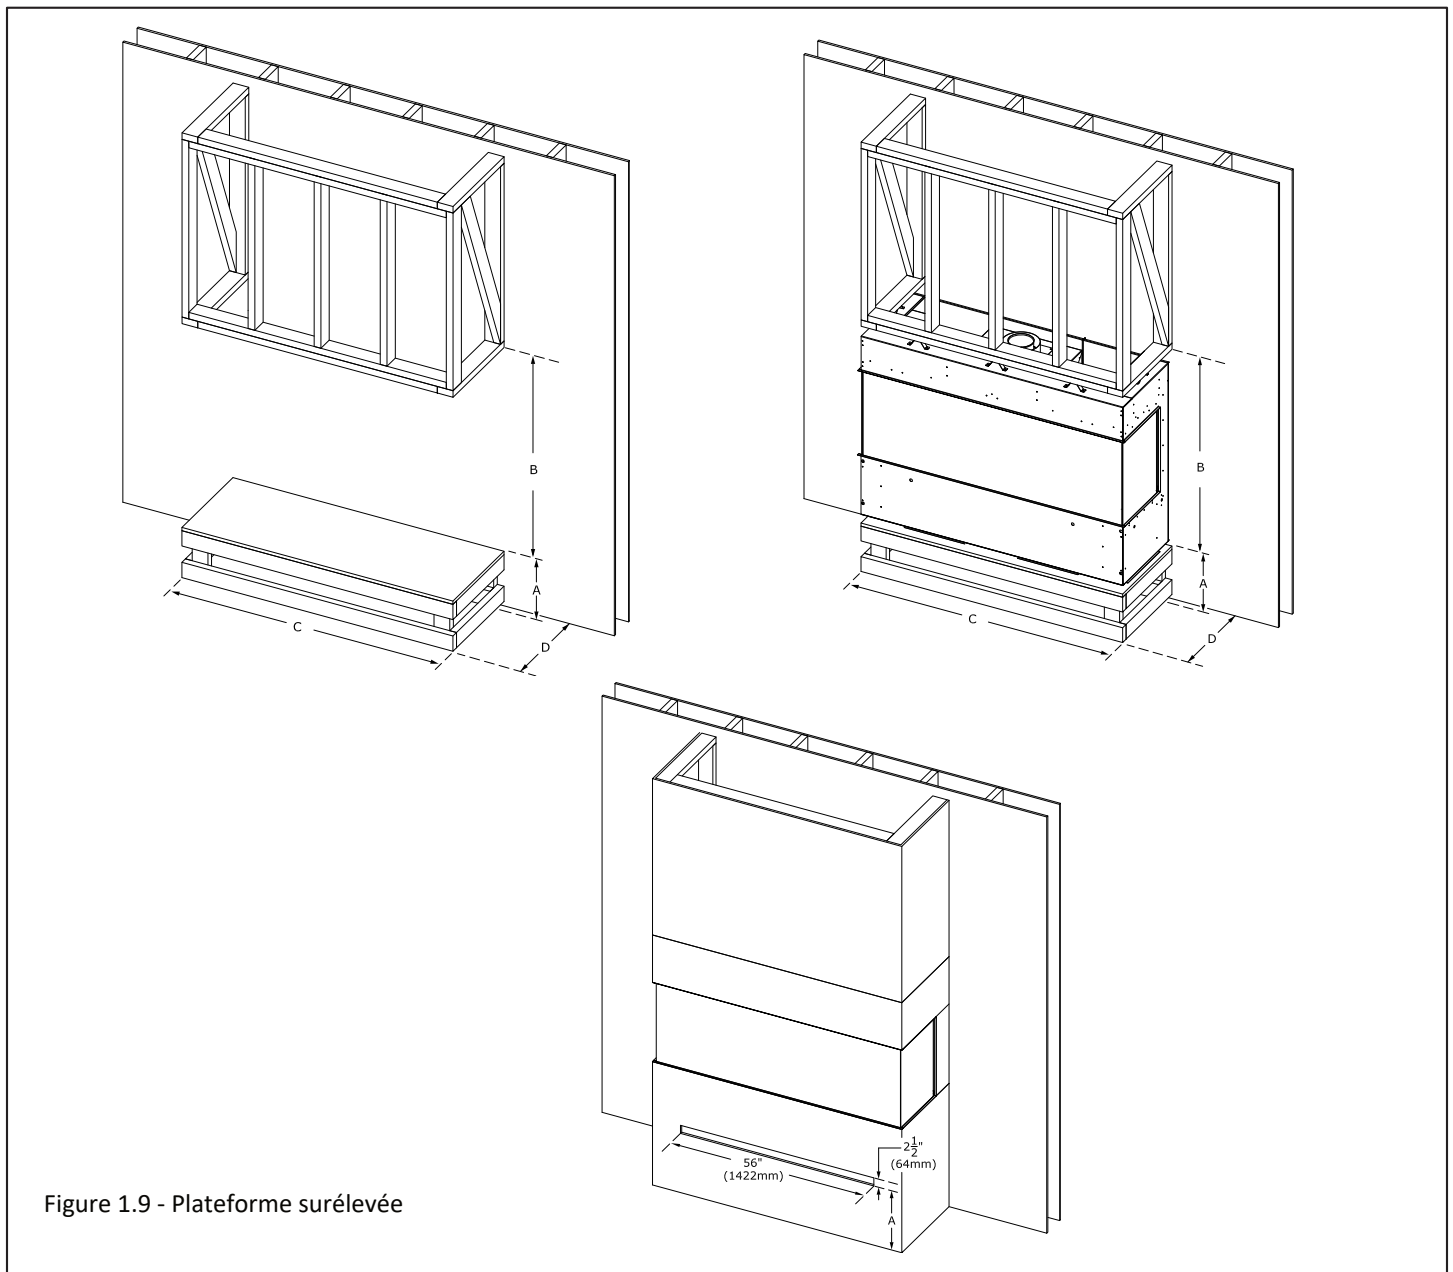

Figure 1.9 - Plateforme surélevée
- Si vous désirez surélever le foyer et l'ouverture de prise d'air pour l'éloigner du plancher, suivez l'exemple des schémas illustrés à la Figure 1.9. L'ouverture de prise d'air et le foyer lui-même seront tous deux déplacés vers le haut, à partir de la base du foyer. Déterminez la hauteur que vous désirez pour l'ouverture de prise d'air et construisez une plateforme à la hauteur requise. Cette plateforme doit être construite avec une base en contreplaqué solide.
- La dimension «A» est la hauteur mesurée entre le bas de votre ouverture de prise d'air et le plancher. La plateforme finie devra avoir cette hauteur. La dimension «B» est la hauteur d'encadrement d'ouverture brute requise par l'option de votre choix, soit le kit KZK ou la cavité ventilée. La dimension «C» est la largeur d'encadrement d'ouverture brute. La dimension «D» est la profondeur d'encadrement d'ouverture brute. Le bas de la Figure 1.9 montre une prise d'air surélevée de 2-1/2 po (64 mm) du plancher.